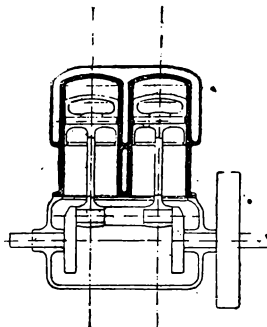

Fig. 21. — Motore a due cilindri con manovella a 360° cioè nel medesimo asse.
2.° con l'asse a gomito a 360° (fig. 21) in modo che i due pistoni scendono o salgono contemporaneamente, ed abbiamo uno scoppio ogni giro, perchè si può fare in modo che quando un cilindro comprime, l'altro faccia lo scarico.